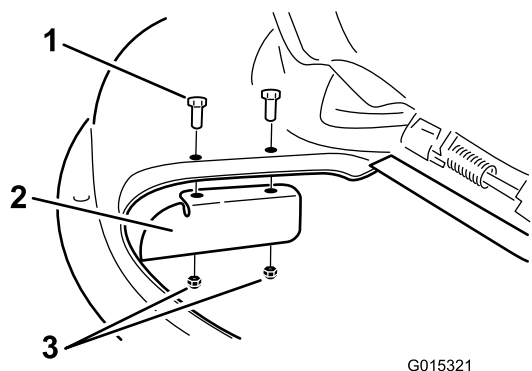

Figura 18
9. Installate il deflettore di scarico sul piatto di taglio (Figura 18).
3. Staccate il deflettore di scarico dal piatto di taglio (Figura 18).